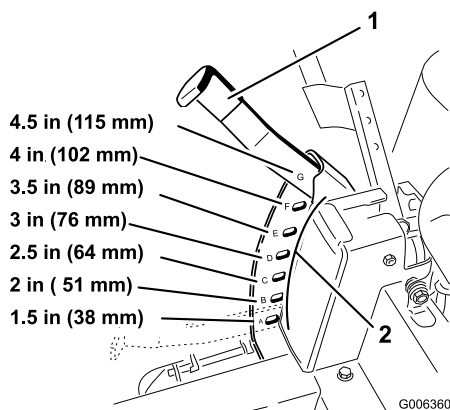

Figure 16
1. Relevez le levier de sélection de hauteur de coupe en position de transport, à la position de réglage **G** (qui correspond aussi à la hauteur de coupe de 115 mm) (Figure 16).